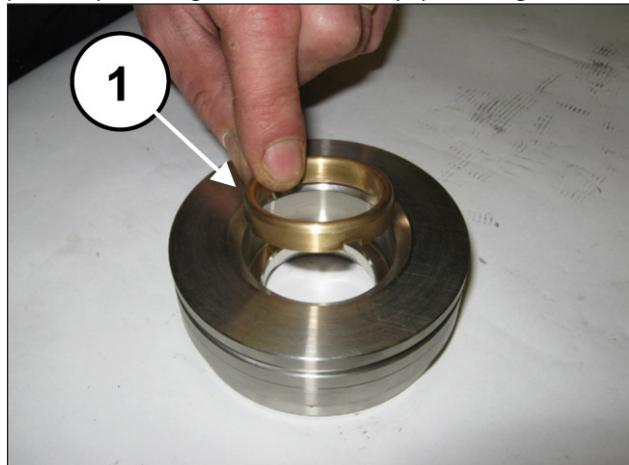
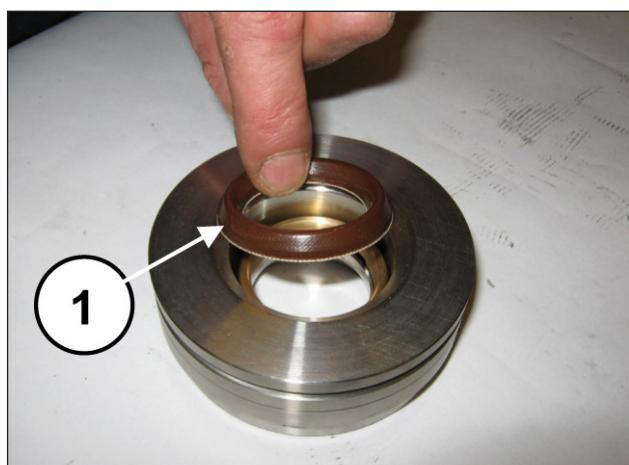
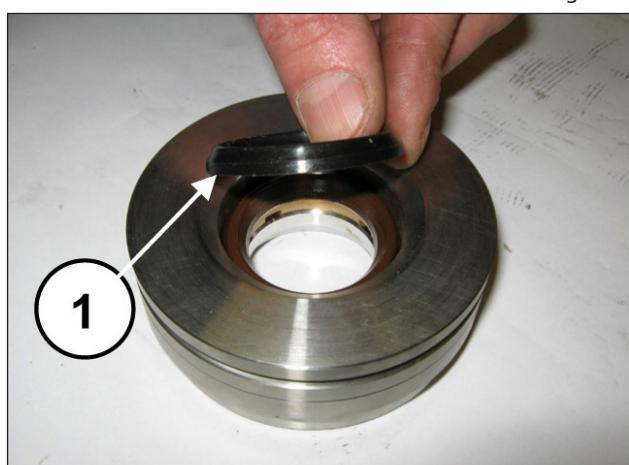

Fig. 178
Fig. 179
Fig. 180
Monte o anel da cabeça (pos. ①, Fig. 178), a junta de alta pressão (pos. ①, Fig. 179) e o anel restop (pos. ①, Fig. 180).